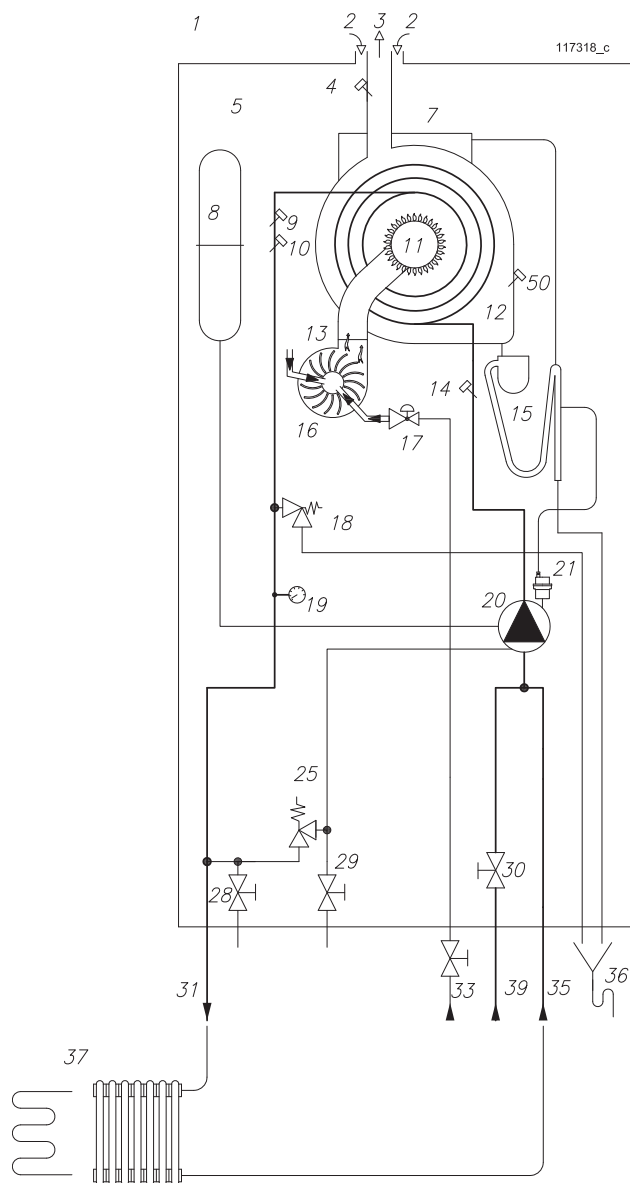

Figure 4-3 - Schéma hydraulique
C) - MYDENS -- « C ». Avec cet appareil il est possible de réaliser une installation uniquement pour le chauffage centralisé avec les éléments chauffants fonctionnant à une température comprise entre 30°C et 80°C. Un exemple de cette typologie d'installation est présent à la fig. 4-3. Avec ce modèle, il est par ailleurs possible de raccorder, même après l'installation, un ballon de type à serpentin, chargé moyennant une vanne de déviation ou une pompe, externe à l'appareil.